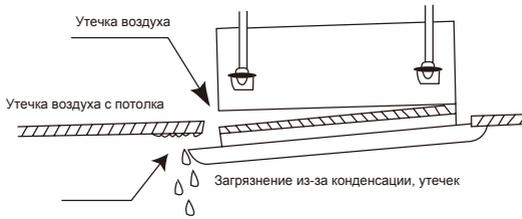

Рис.29
(1) Недостаточное или неправильное завинчивание крепежных элементов может привести к проблемам, показанным на Рис.29.